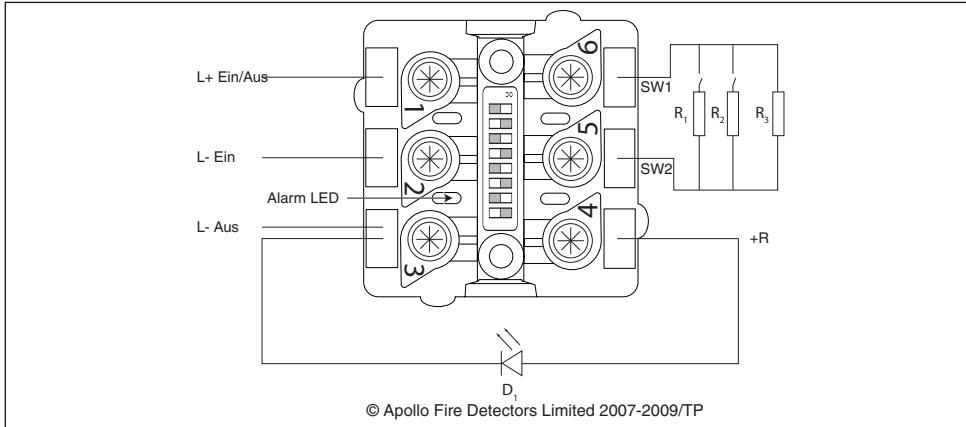

Abb. 1 – Anschlussschema
1. Loopschaltung wie in Abb. 1 dargestellt mit den Klemmen verdrahten. Falls der Kurzschlussisolator nicht benötigt wird, sind beide negativen Leitungen auf die Klemme 2 zu verdrahten.
4. Die Anschlüsse fünf und sechs dienen der Überwachung der Kontakte. Für Verdrahtungsmöglichkeiten, siehe Abb. 1.